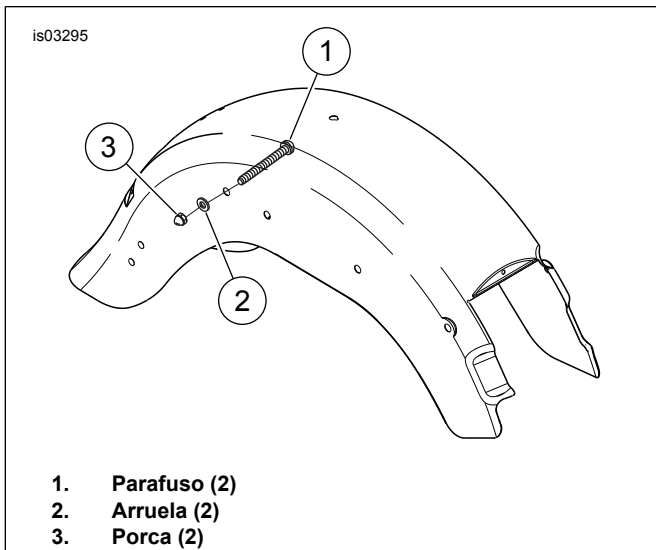

Figura 2. Instale as ferragens (FLST)
3. Veja a Figura 2. Instale o alforje usando os parafusos (1) (do kit de pneu largo), as arruelas (2) e as porcas (3). Os parafusos são instalados de dentro para fora do pára-lama.